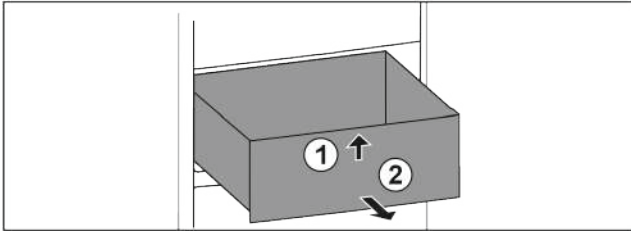

Fig. 13
- ▶ Підняти вперед Fig. 13 (1).
- ▶ Витягнути вперед Fig. 13 (2).